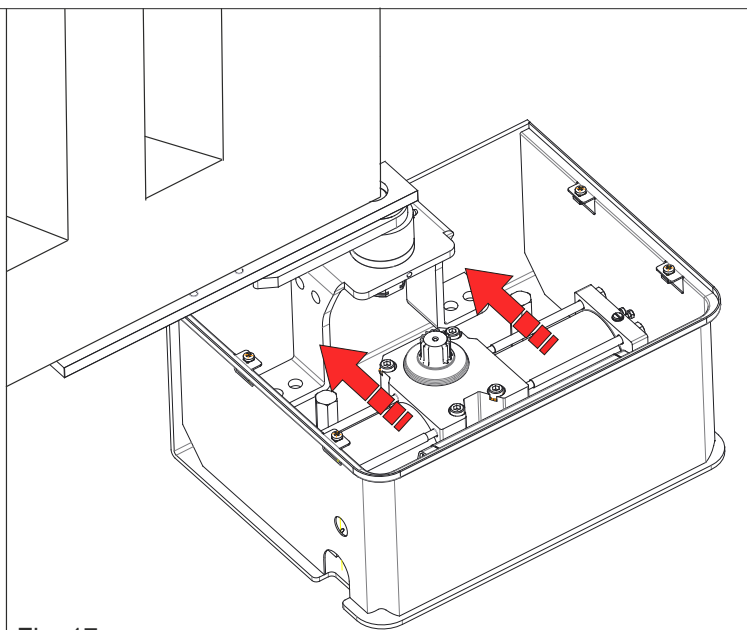

Fig. 17
5.2. Zodra de aandrijving in de kast is geplaatst, beweegt u deze naar voren (Fig. 17) totdat de splines-as van de aandrijving overeenkomt met het gat van de as van de kast.